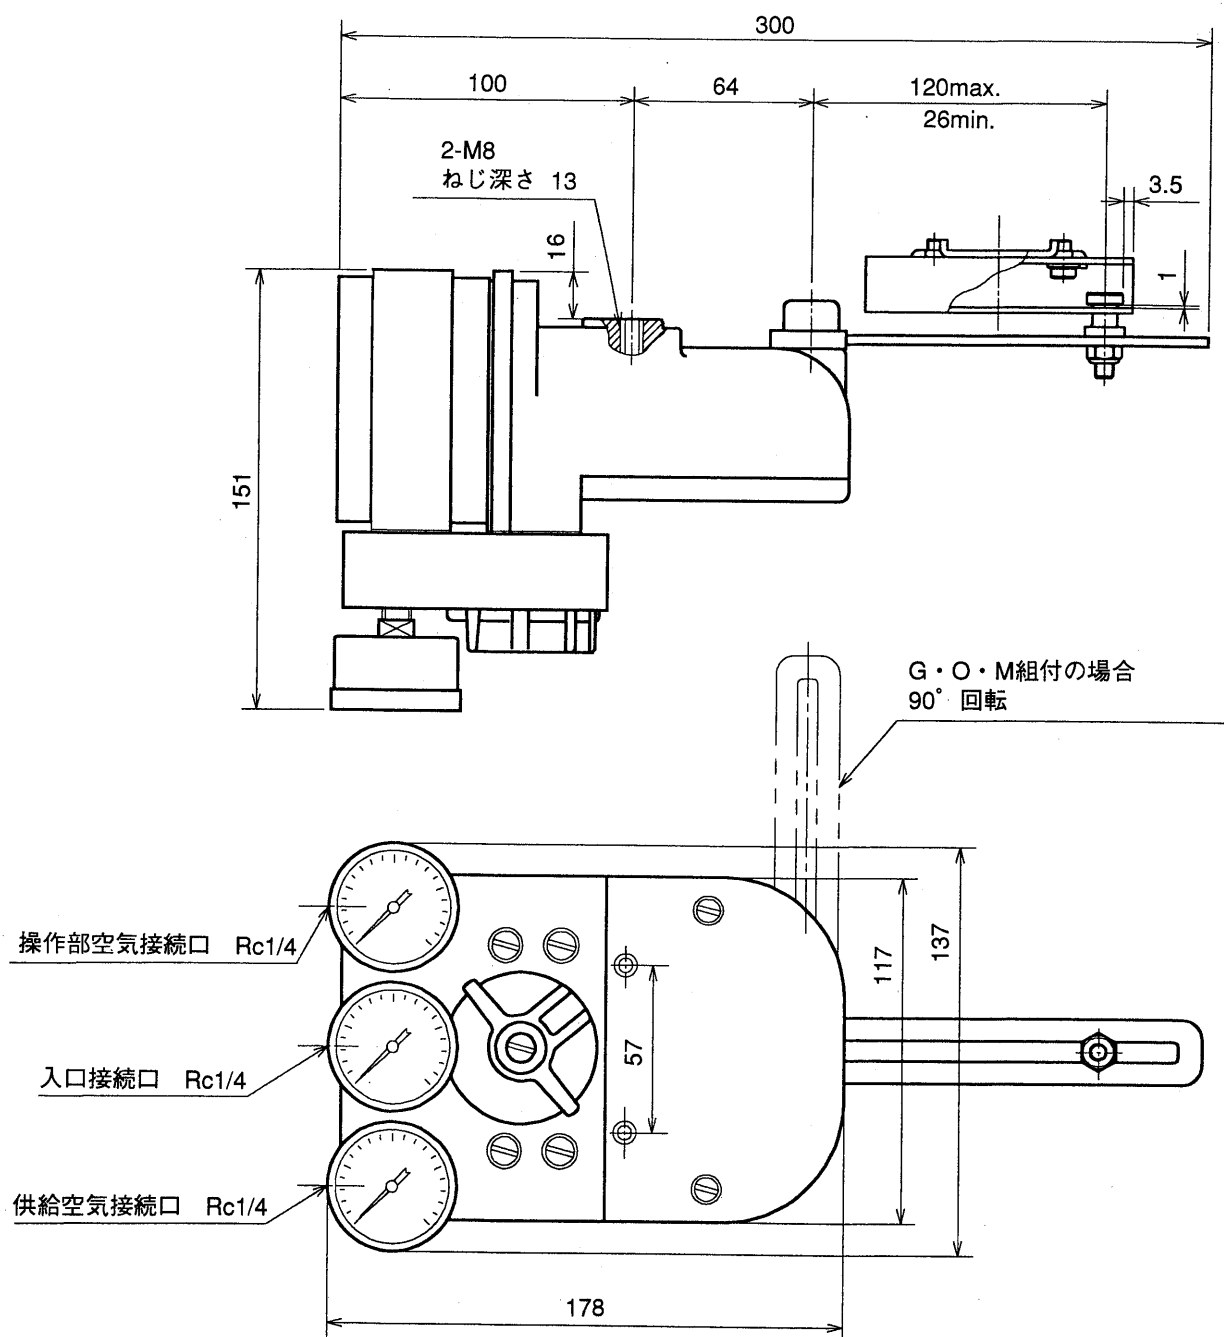

図8 取付寸法
- 【1】 操作器ステムがストローク中間点にある時、フィードバックレバーが平行になっていることを確かめます。この時、トラベルピンとスライドレール端面の距離が図8に示す寸法以上の余裕があることを確認し、正しい取付になっていない時は、「3.取付」の項を参照して修正します。